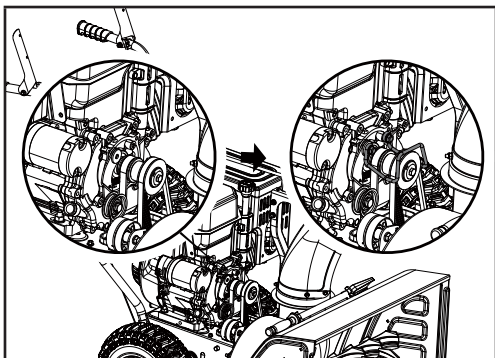

Figure 29
10. Remplacez le protège-courroie et installez les boulons (20 mm / 30 mm) qui avaient été enlevés précédemment. Une fois le protège-courroie réinstallé, assurez-vous que la distance est la même des deux côtés entre la poulie et le protège-courroie (figure 29).